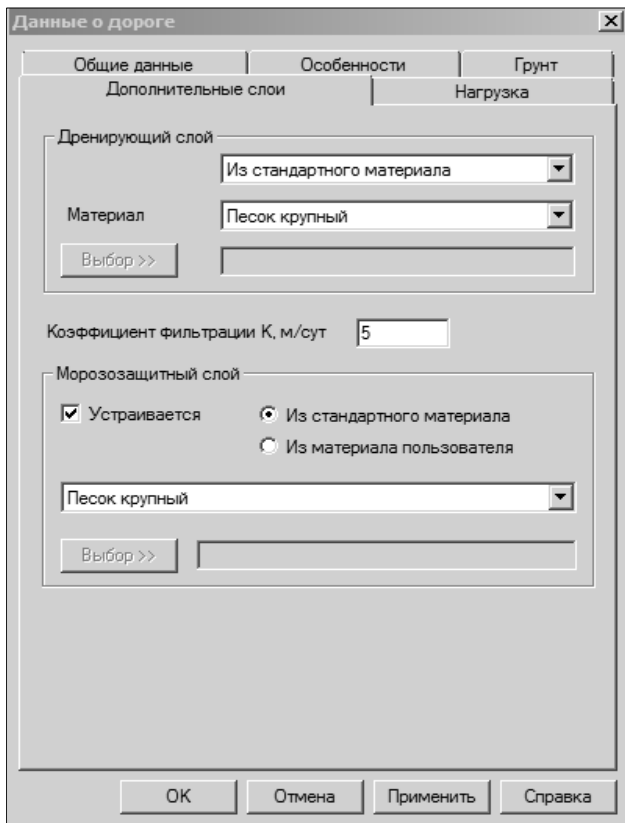

Рис. 27
- Далее следует ввести значение **коэффициента фильтрации К** материала дренажного слоя, и, при необходимости, назначить материал пользователя. В группе **Морозозащитный слой** заполняются данные для устройства в конструкции морозозащитного слоя (рис. 27).